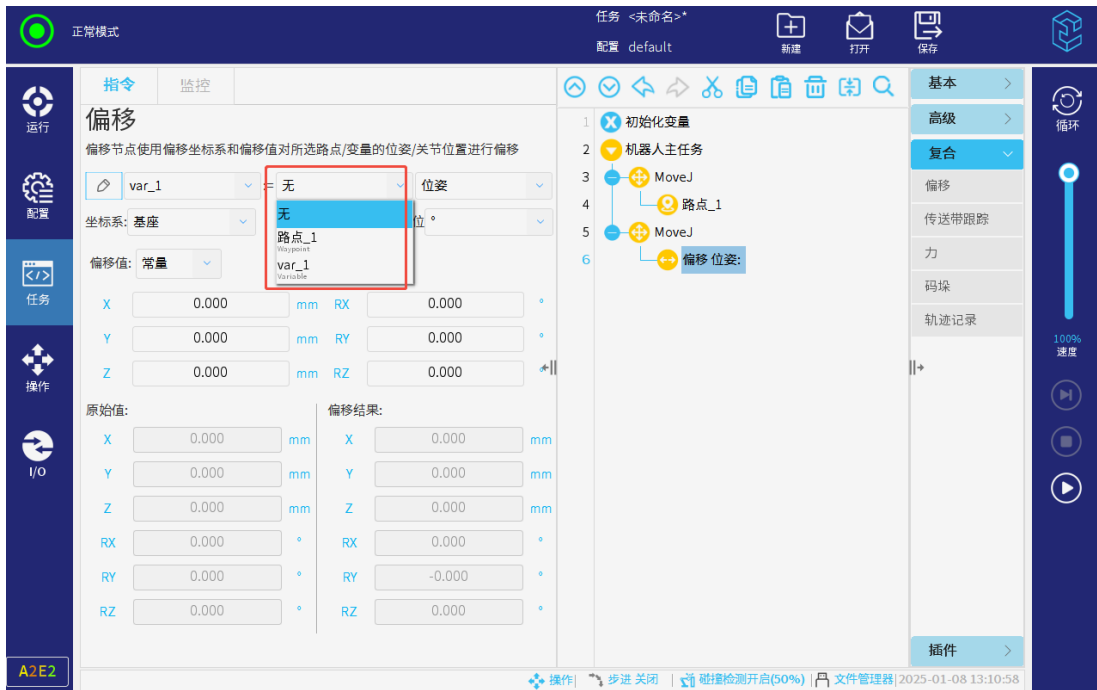

图 3-112: 选择数据源
- 点击首行第二个下拉框，选择处于固定位置的路点、任务或配置变量作为位姿或关节角的数据源，如图 3-112 所示。